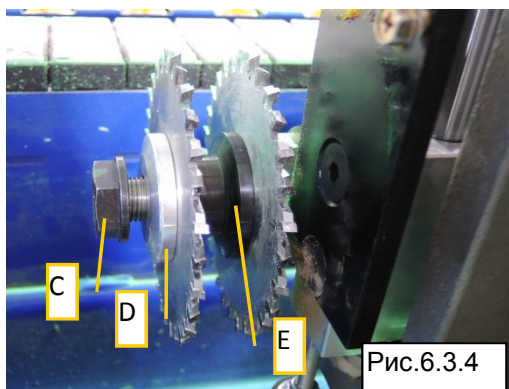

Рис.6.3.4
4. С помощью гаечного ключа ослабьте гайку C и поочередно снимите старый пыльный диск, фланец D, распорное кольцо E и второй пыльный диск (Рис. 6.3.4).
ПРИМЕЧАНИЕ: запомните ориентацию фланца D и распорного кольца E (Рис. 6.3.4).
5. Установите новый пыльный диск, распорное кольцо E, второй пыльный диск, фланец D и зафиксируйте их положение с помощью гайки B (Рис. 6.3.4).
ПРИМЕЧАНИЕ: при установке соблюдайте правильную ориентацию фланца D и распорного кольца E (Рис. 6.3.4).